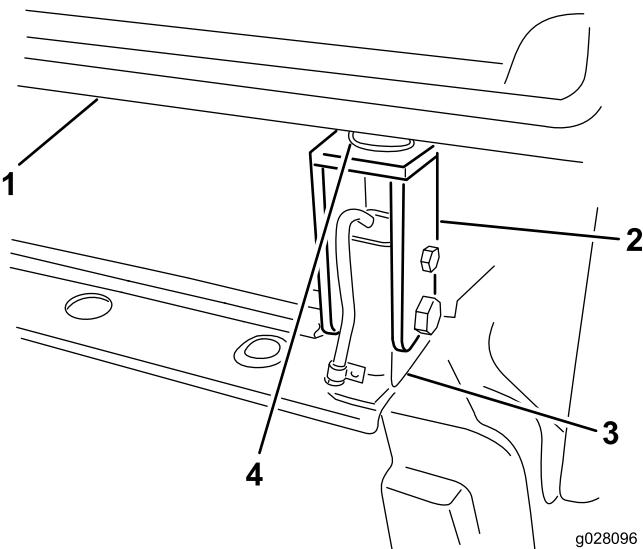

Bild 65
6. Befestigen Sie die hinteren Gummihalterungen und die Kabinenhalterungsstütze lose an jeder Seite der hinteren Kabinenhalterungen (Bild 65).